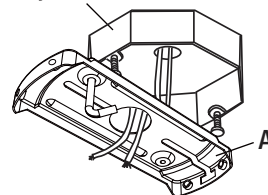

Figura 8
- Pasar los cables de alimentación de 120 voltios a través del hueco del refuerzo superior del motor se muestra (A) en la Figura 8.
- Deslize el soporte de montaje (A) rápido a través de los tornillos que se encuentran en la caja de distribución. Asegúrese de que la soporte de montaje (A) esté nivelada. Puede necesitar insertar arandelas adicionales (no suministradas) entre la caja de salida y la soporte de montaje (A) para nivelar. Tenga en cuenta que el lado plano del soporte de montaje (A) debe apuntar hacia la caja eléctrica.
- Apriete los dos tornillos de montaje de forma segura y levante con cuidado el conjunto del ventilador hasta el soporte de montaje (A).